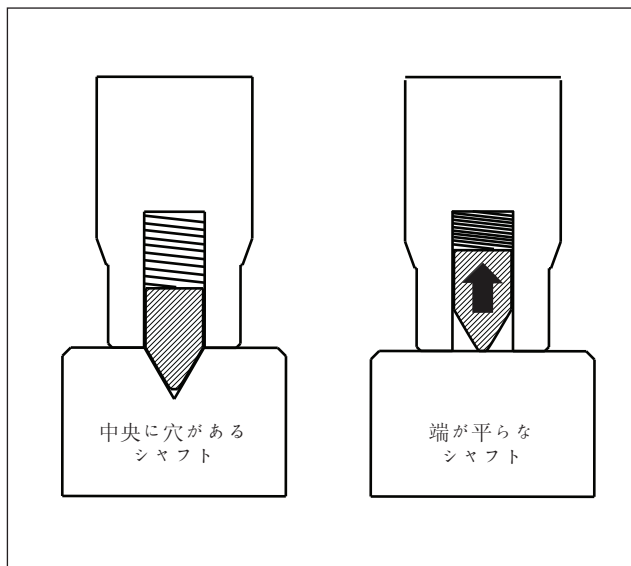

図4: 格納可能な先端
- モデルSGM10とSGM20には、ばね式の格納可能な先端を持つ特別な調節ロッドがあります。シャフトの端に中央のドリル穴やくぼみがある場合は、先端がかみ合います。シャフトの端が平らな場合は自動的に格納されます。図4を参照してください。ポイントプロテクターは、これらのモデルでは必要ありません。